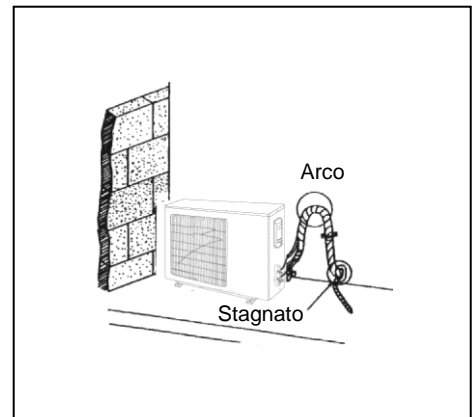

Fig. 16
- b) Tutti i tubi sono legati insieme con fascia e devono formare un arco per evitare che l'acqua scorra nella stanza. (Vedi fig. 16.)